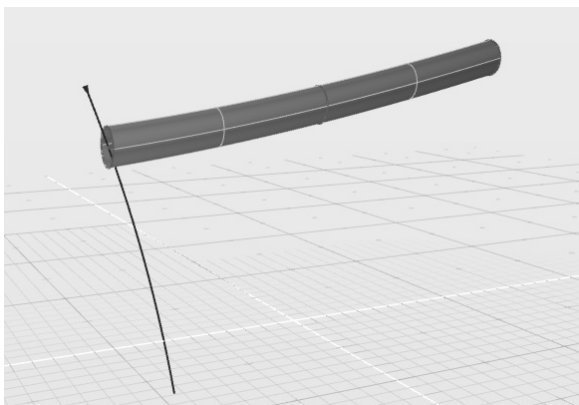

图 5-117 绘制扫略曲面
6) 在透视图图中，激活“扫略”工具。当控制台提示“拾取剖面边界”时，依次选取3条圆曲线，按空格键确认。当控制台提示“拾取路径曲线”时，选取 NURBS 曲线#1，获得扫略曲面，如图 5-117 所示。